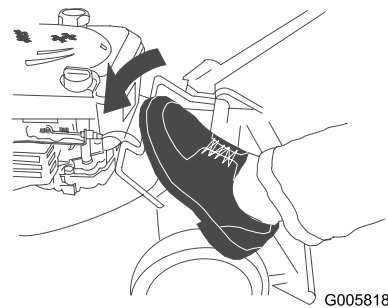

Figura 48
2. Pise la palanca de liberación del manillar (Figura 48).